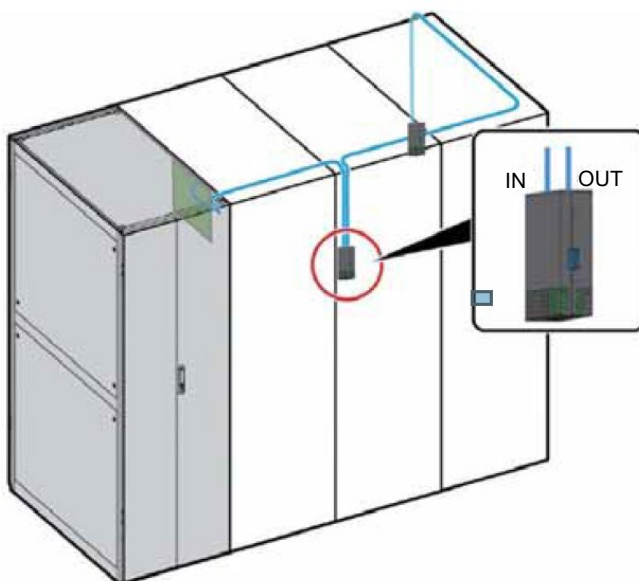

Рис. 3-23. Внешняя проводка
- ① Подключайте внешний и выносной датчики температуры и влажности последовательно, как показано на **рис. 3-23**.